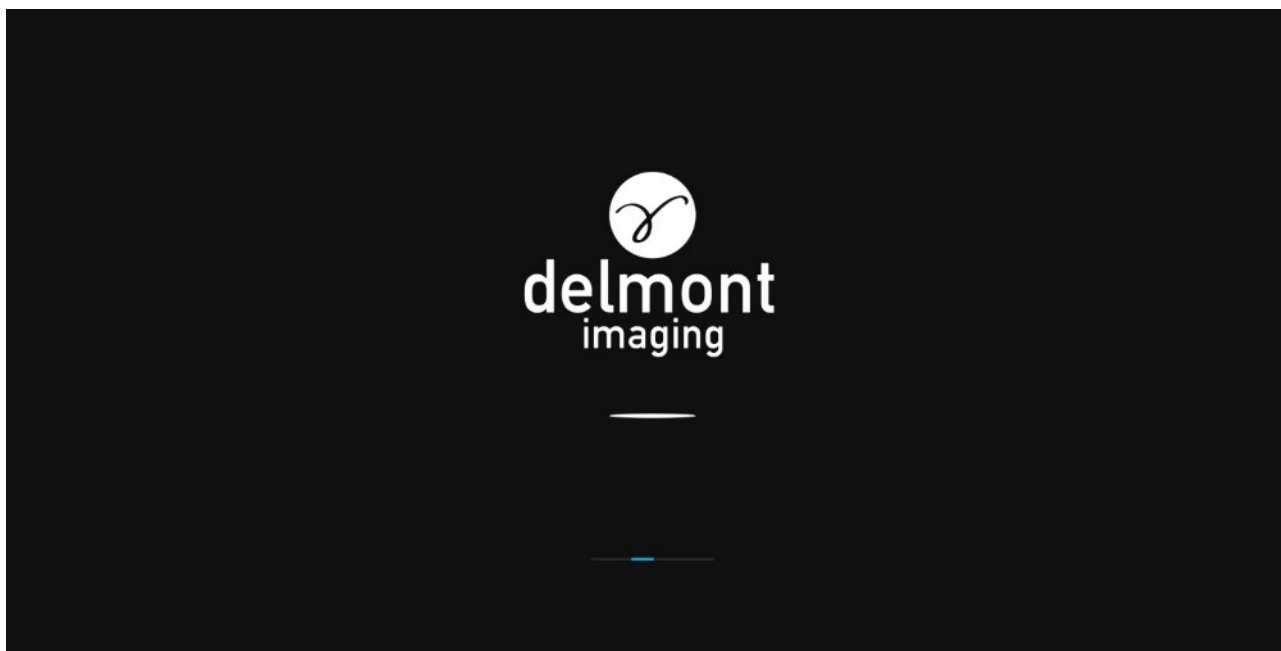

Рисунок 5 - Экран загрузки
- На мониторе появится экран загрузки с логотипом Delmont imaging (см. Рисунок 5).